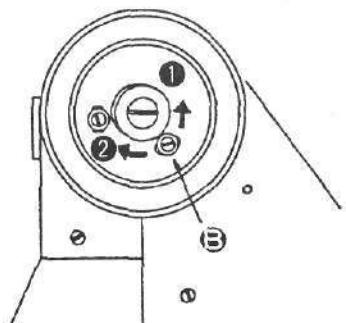

Рис. 3-2-2
Если нажать на переднюю часть и возвратить ее в нейтральную позицию, то машина остановится с опущенной иглой. Ослабив винт ②, показанный на рис. 3-2-2, отрегулировать позицию останова иглы при останове иглы в пределах прорези.